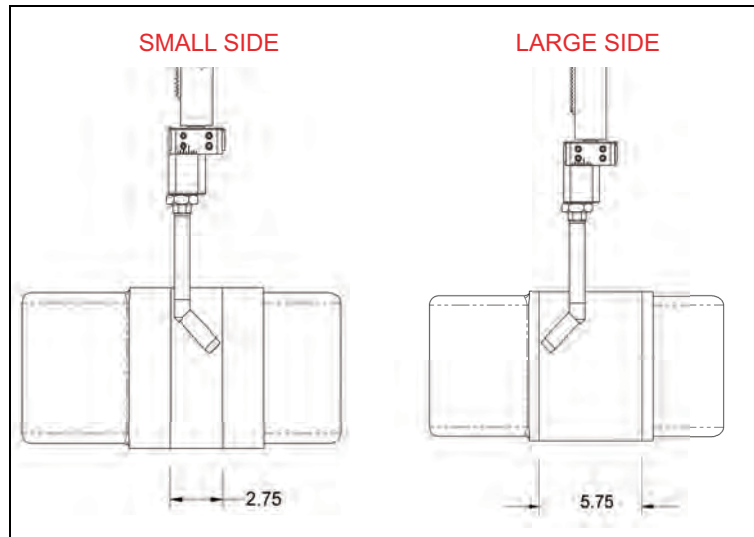

FIGURA 3-7. AJUSTE DE ORIENTACIÓN Y POSICIÓN DEL SOPLETE (LADO PEQUEÑO A LA IZQUIERDA, LADO GRANDE A LA DERECHA)
2. Acople el soplete (y las extensiones, si fuera necesario) al ajuste de orientación de la soldadora BoreWelder y asegure el soplete en posición con la tuerca de orientación de 1,5" (38 mm), como se muestra en la Figura 3-7 en la página 46.